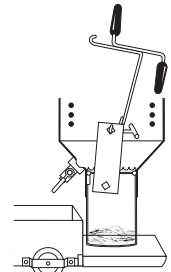

FIGURA 18
5. **Retire la placa térmica:** inspeccione desde arriba para ver que el aceite de cocina se haya drenado de la olla hasta el nivel de la válvula de drenaje. Usando guantes de seguridad, retire la placa térmica con el gancho de drenaje de la cesta (Figura 18) y colóquela en un área segura para que se enfríe.